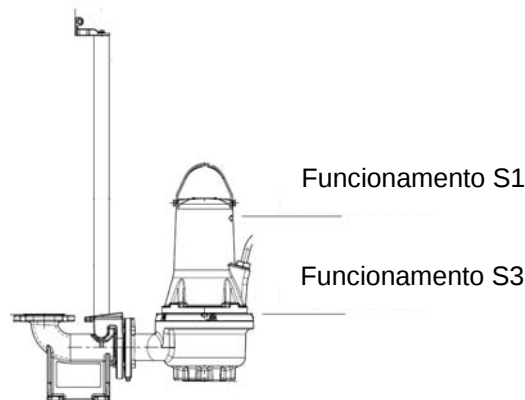

Fig. 2 Níveis de paragem
- **Funcionamento S1** (funcionamento contínuo), a bomba tem de estar sempre coberta pelo líquido bombeado até à parte superior do motor. Consulte a fig. 2.
- **Funcionamento S3** (funcionamento intermitente), a bomba deve ser sempre coberta pelo líquido bombeado até à parte superior do próprio corpo da bomba. Ver fig. 2.